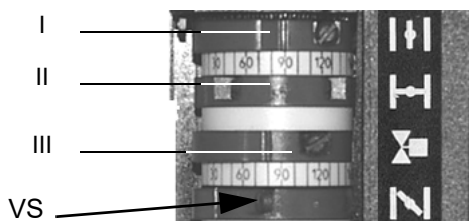

Рис. 10
- figuraкогда появится пламя, нажать на секунду кнопку **P1** на печатной плате (Рис. 10), с целью наполнения трубки второй форсунки;